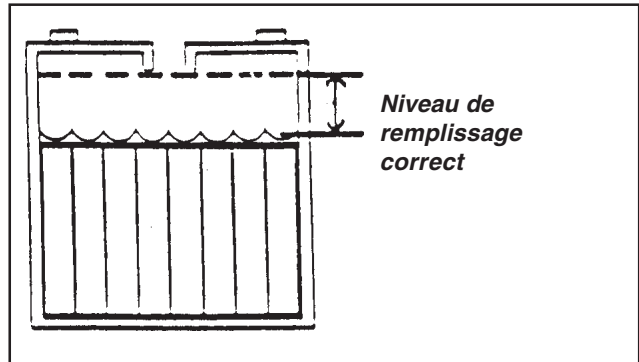

Figure 10
1. Maintenez un niveau d'acide correct. Le niveau de remplissage requis se situe à environ 6 mm du dessous du bouchon de chaque cellule et au-dessus de la partie supérieure des plaques. Vérifiez le niveau de l'acide chaque fois que vous mettez les batteries en charge. Voir figure 10.